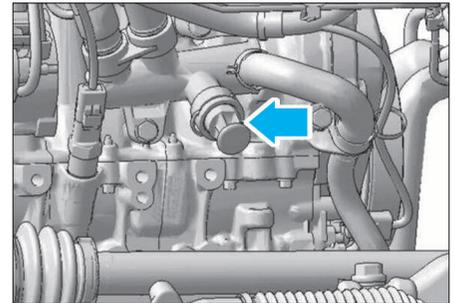

FIG. 20
- Vidanger le bloc moteur en retirant le bouchon (Fig.20).